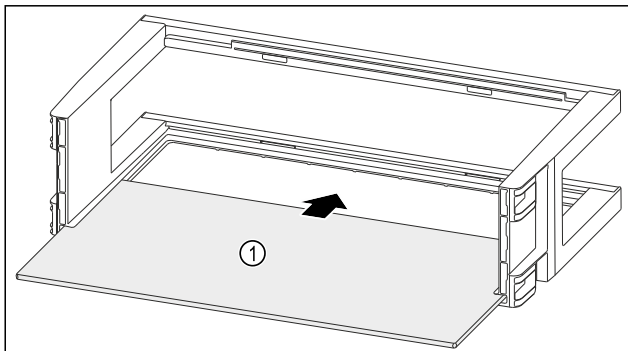

Fig. 97
- ▶ Вдвиньте съемную полку Fig. 97 (1) в боковые пазы.